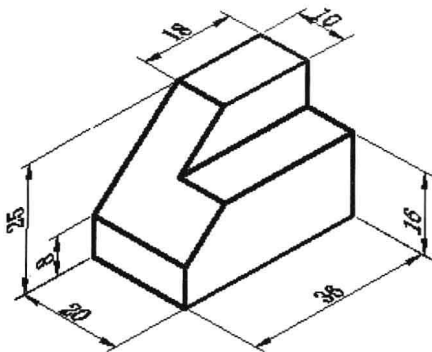

图 7-4-24
(23) 单击底边标注尺寸为 20 的标注对象，“文字样式”选择“30度”，按 Esc 键。用同样方法修改其他标注数值使用的文字样式，如图 7-4-24 所示。